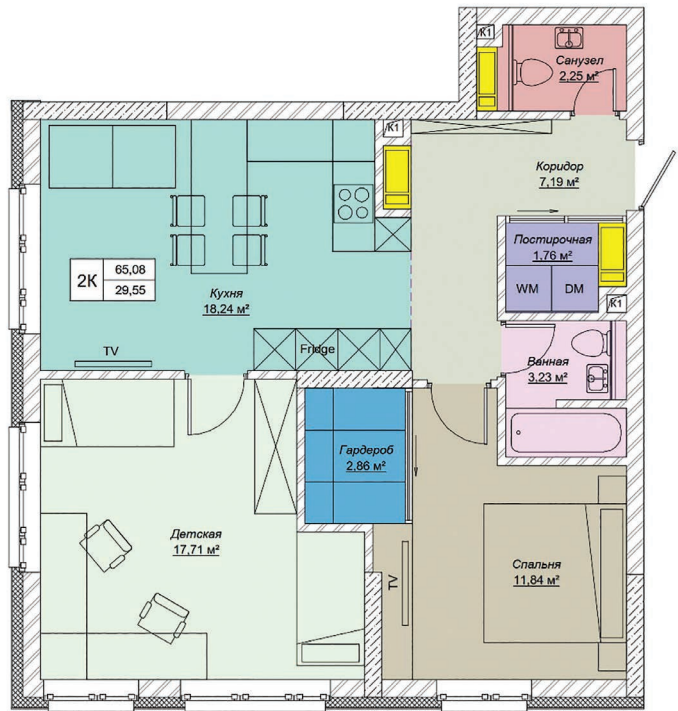

Рис. 1
- Стояк выполняется в одну зону в пределах противопожарного отсека, тем самым минимизируя потери площадей. Данный пример (рис. 1) взят в расчет, как самый популярный на рынке.